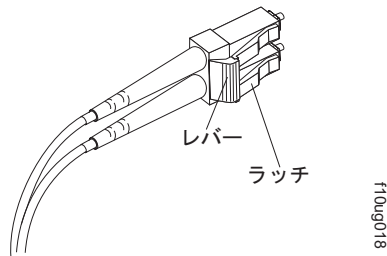

図 33. LC-LC ファイバー・チャネル・ケーブルのレバーおよびラッチ
1. LC-SC ケーブル・アダプターの LC コネクター側に接続されているケーブルの端のレバーを押し下げたまま、ラッチを解放します。図 33 にレバーおよびラッチの位置が示されています。